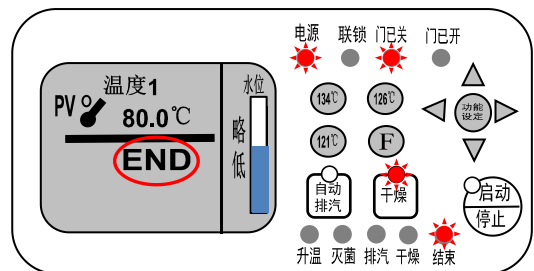

图 21
2. 干燥结束后排汽至灭菌室内温度低于 90℃后, 联锁解锁, 显示屏出现“END”, 所有运行程序结束 (图 21)。